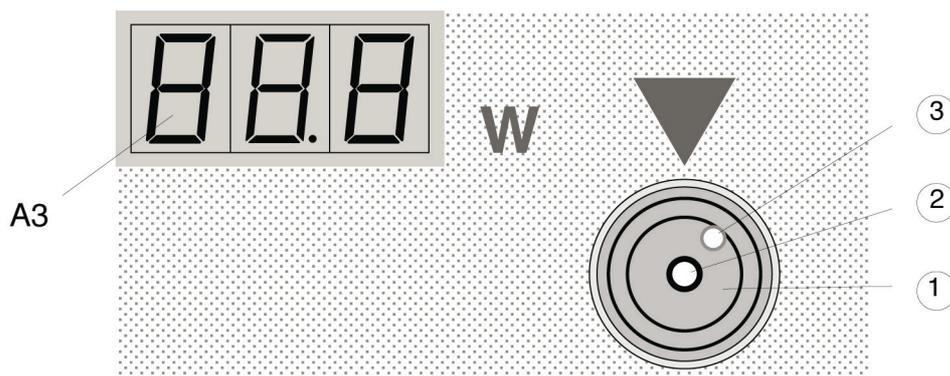

Abb. 5.5: Fasertesteinrichtung mit eingesetztem Fasertestadapter
Zusätzlich der Adapter (1) einzusetzen. Fasern in die zentrale Öffnung 2 (Abb. 5.5) bis zum Schutzglas schieben und dann 1-2 mm zurückziehen. Fasern nicht in das Entlüftungsloch (3) einstecken, das bei gespülte Fasern zum Entweichen des Spülgases dient.
- Beim Fasertestadapter dient die stark angefastete, zentrisch angebrachte Bohrung als Einführöffnung für den Lichtleiter. Die exzentrisch angeordnete Bohrung ist eine Entlüftungsbohrung für die Verwendung von koaxial gasgespülten Fasern. Lichtleiter dürfen dort nicht eingeführt werden. Eine Zerstörung des Lichtleiters und eine Fehlmessung wären die Folge (vgl. Abb. 5.5).